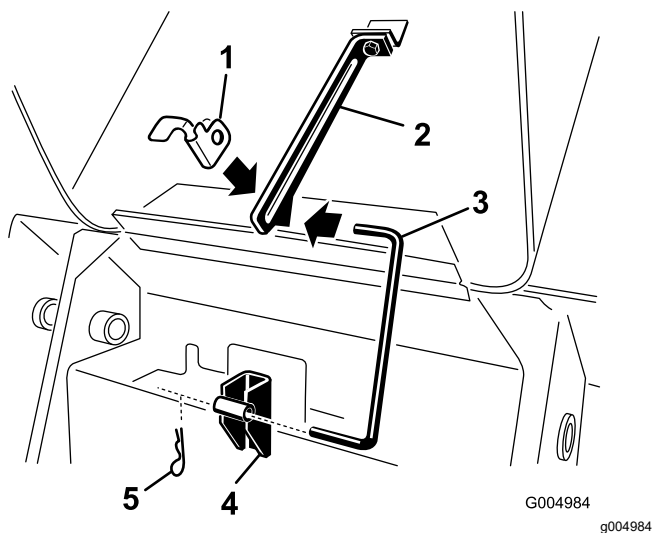

Figura 41
4. Trageți tiftul în formă de agrafă de la capătul inferior al tijei de sprijin a capotei i glisați tija de sprijin din suporturile de fixare i din clapeta tijei de sprijin (Figura 41).
- Instalați tija de sprijin în consolele de fixare și clapeta tijei de sprijin și fixați-o cu tiftul în formă de agrafă (Figura 41).